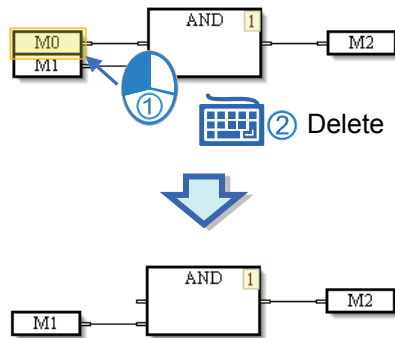

图 12-35 清除对象
(3) 选取该对象，按下键盘「Delete」键，即可清除。如图 12-35。